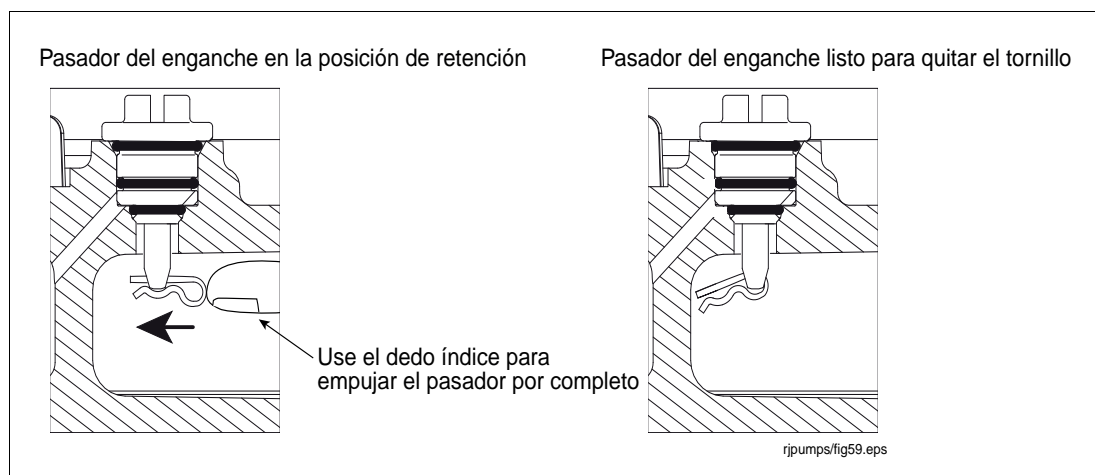

**Figura 45. Ubicación del tornillo de la purga de aire**
2. Retire y guarde el enchufe de protección de la parte superior de la carcasa de la válvula de retención y gire el tornillo de servicio hacia la derecha (vea la Figura 45). A medida que el tornillo se acerca a su posición inferior, escuchará cómo el sistema se descomprime. Continúe girando el tornillo hasta que no se pueda girar más. Cuando el tornillo se haya girado todo hacia abajo, retroceda 4 vueltas para levantar la válvula de retención y permitir que el combustible se drene de las cavidades hidráulicas del colector.
5. Localice el tornillo de la purga de aire que se encuentra en la parte superior del colector (Figura 45).